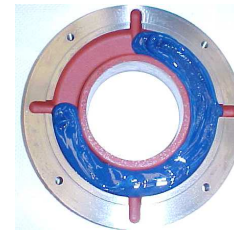

Figura 7.3: Coppa esterna del cuscinetto
- Riempire fino a $\frac{3}{4}$ i depositi interni ed esterni delle coppe dei cuscinetti con il grasso raccomandato (Figura 7.3) e lubrificare il cuscinetto con grasso in quantità sufficiente prima di assemblarlo;